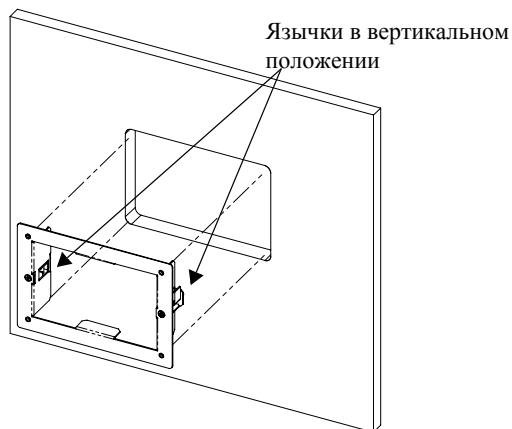

Рис. 2-4 Вставьте монтажную пластину
3. Вставьте в отверстие монтажную пластину, расположив два язычка вертикально (см. Рис. 2-4).